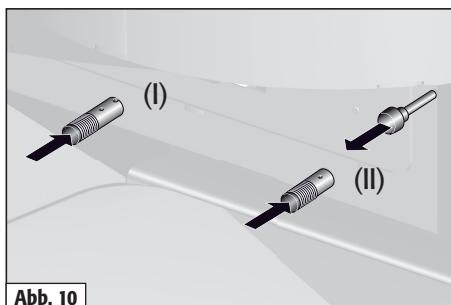

Abb. 10
Primärluft einstellen.	Primärluftschieber (I) auf Markierung 2. (s. Abb.10)
Sekundärluft einstellen.	Sekundärluftschieber (II) zwischen Markierung 1 u. 2. (s. Abb.10)